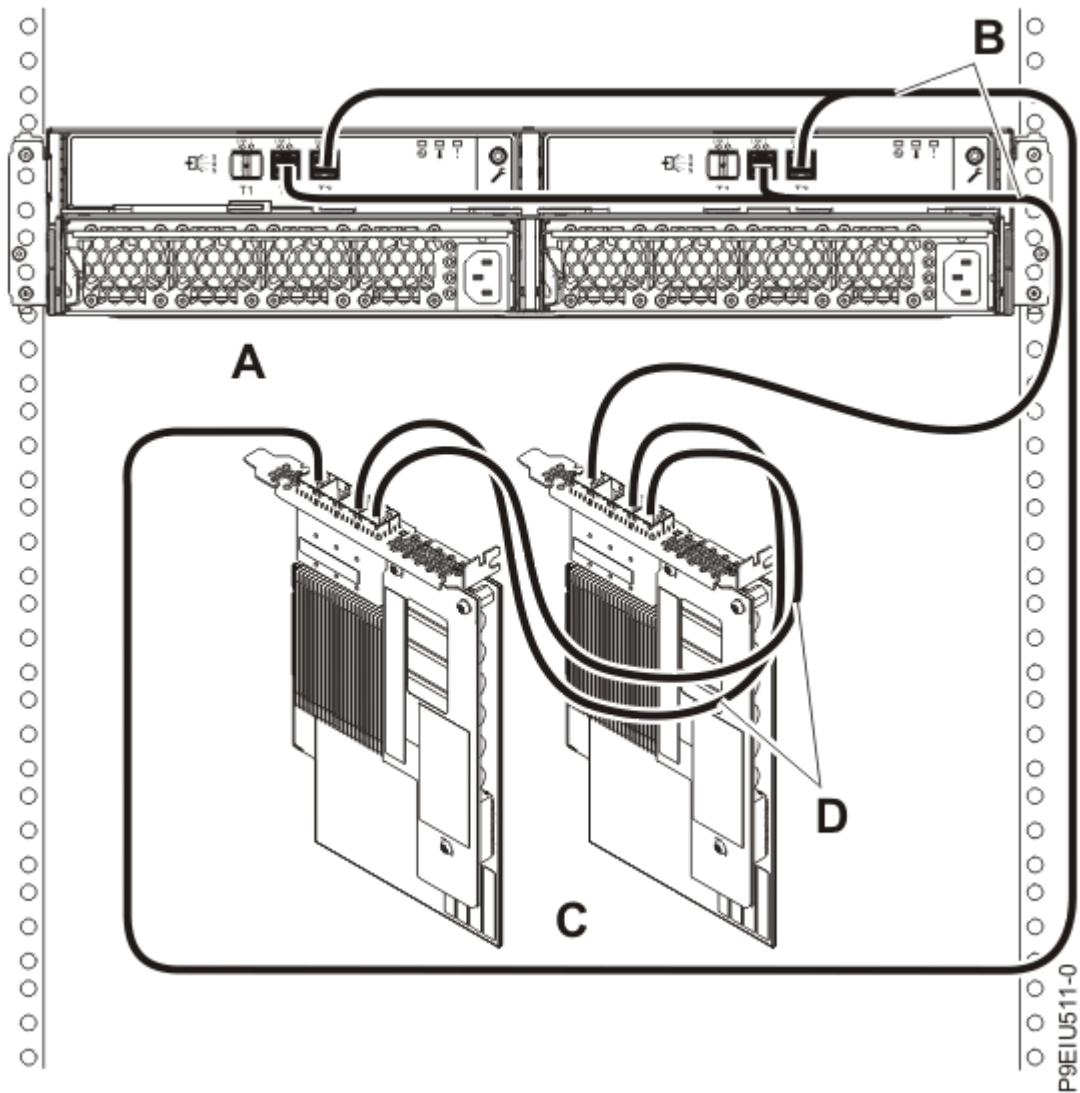

Abbildung 15. Modus 1-Anschluss einer ESLL- oder ESLS-Speichereinheit mit YO12-Kabeln an ein SAS-Adapterpaar (FC EJ0L oder FC EJ14) mit AA-Kabeln
15. Schließen Sie dann ein Gehäuse im Modus 1 **(A)** mit YO12-Kabeln **(B)** an ein SAS-Adapterpaar **(C)** (FC EJ0L und FC EJ14) mit AA-Kabeln **(D)** an, wie in Abbildung 15 auf Seite 21 dargestellt, und fahren Sie anschließend mit „Kabel und Netzkabel anschließen und Abdeckungen installieren“ auf Seite 30 fort.